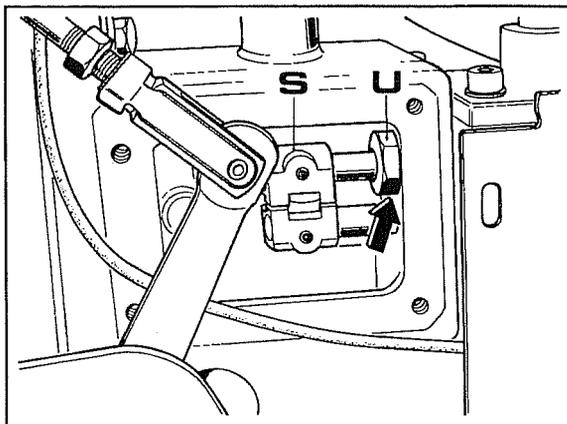
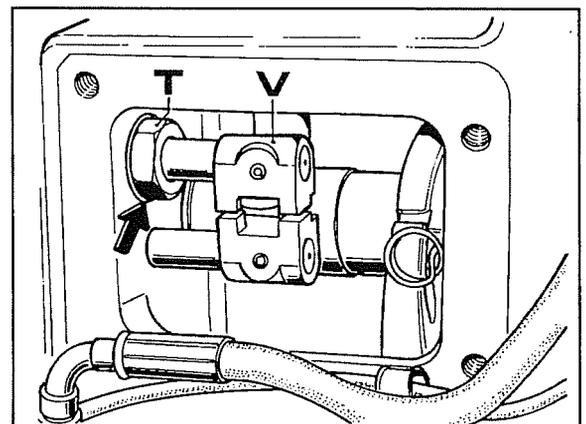

Abb. 3
Abb. 4
3. Prüfen, ob das Öl auf der Schaltstange der Gruppenschaltung austritt, die durch den Pfeil in Abb. 3 angezeigt ist, oder auf der Schaltstange der Gangschaltung, die durch den Pfeil in Abb. 4 angezeigt ist.
4. Die Muffe **S** abnehmen und die Buchse **U** Abb. 3 losschrauben bzw. die Muffe **V** und die Buchse **T** Abb. 4, je nach der Stange, an der das Öl durchsickert.